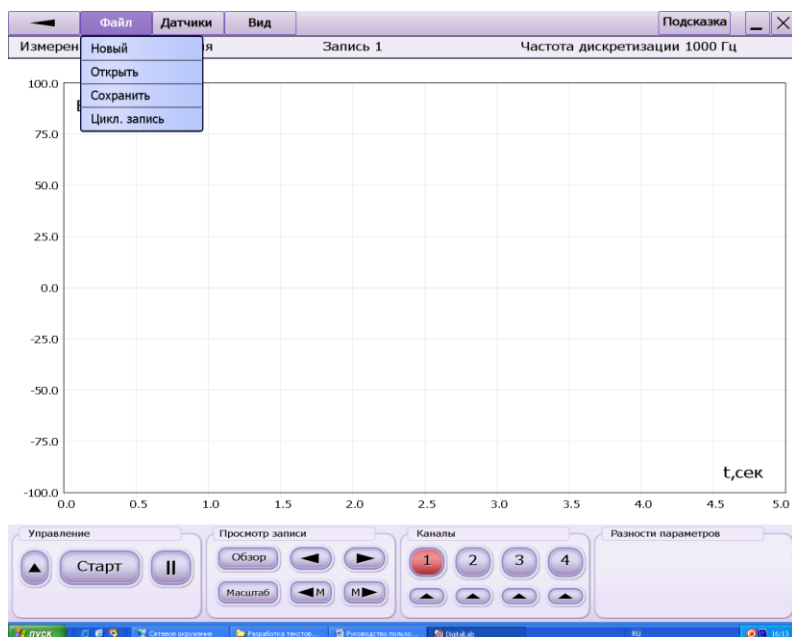

Рис. 10
6.3. При нажатии кнопки «Файл» выпадает меню с командами (см. рис. 10):